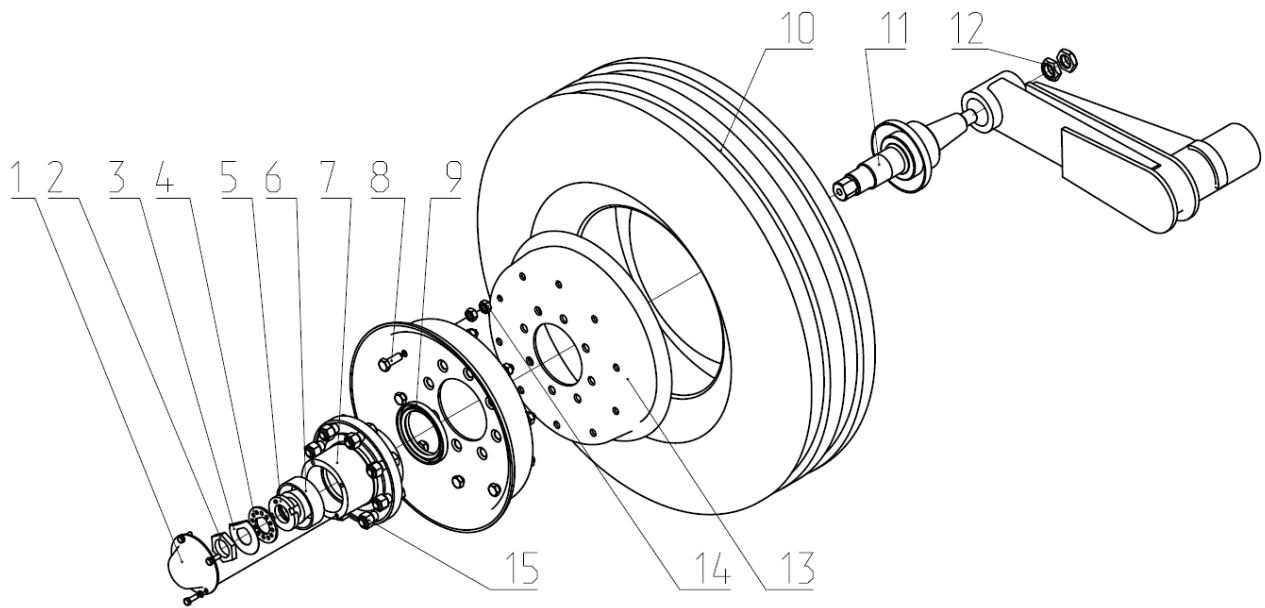

Рис.8 Колесо опорное колесной пары центральной секции.
2.10.4. Опорные колеса (Рис.8) установлены в конусные втулки штанги и зафиксированы гайками 14.